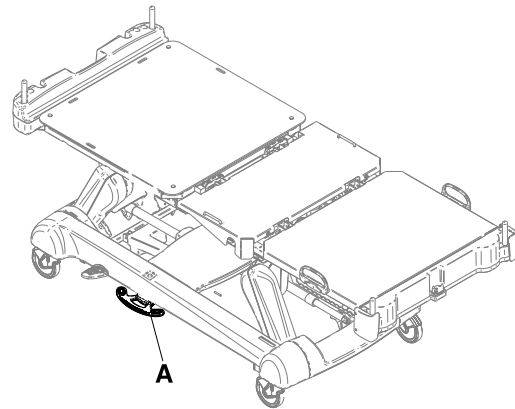

Figure 2-5 : Pédale du frein manuel, pivotée
1. Faire pivoter la pédale du frein vers le bas (A) (Figure 2-5 à la page 2-25).